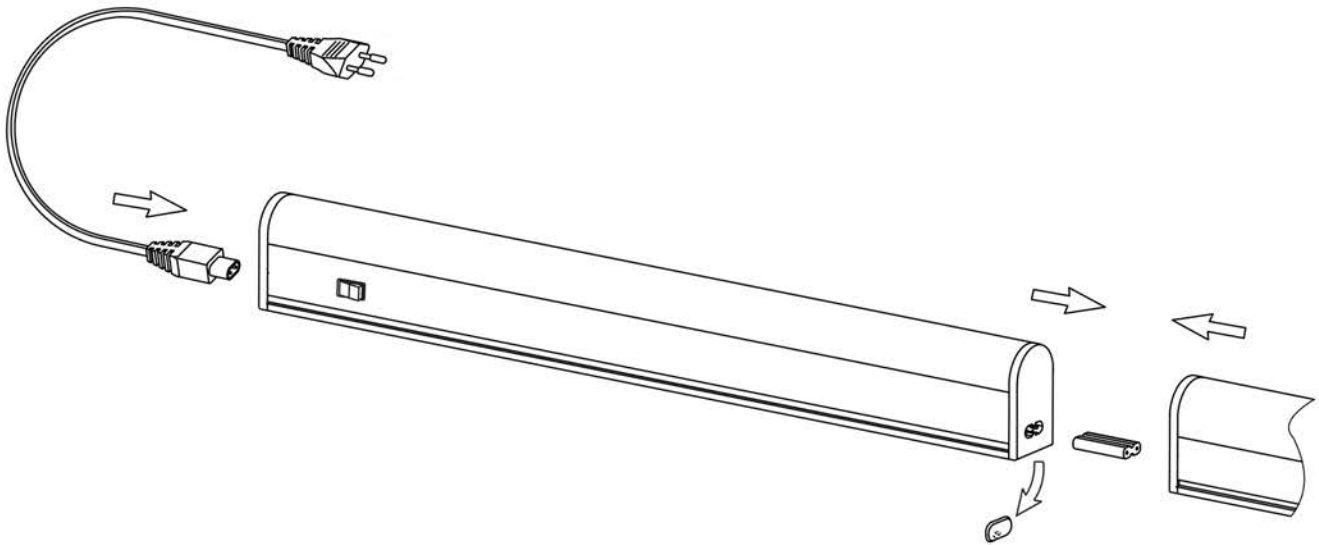

Рисунок 3
## 5.2 Подключение светильника (рисунок 3).
5.3 Конструкцией светильника предусмотрено шлейфовое соединение светильников в ряд (рисунок 3). Максимальное количество подключаемых светильников ДБО 3001, ДБО 3002, ДБО 3003 – 20 шт., светильников ДБО 3004 – 10 шт.